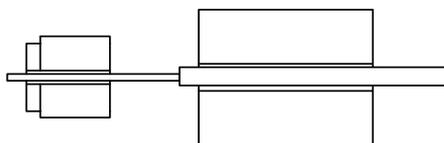

Рис. 7-3 Сравнение двух способов захвата
- 2) **Торцы оптоволоконного волокнистого покрытия должны быть прижаты краем основания захвата, как показано на рис. 7-3**